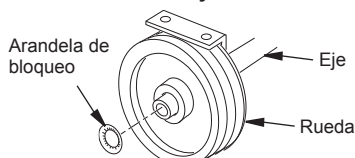

Figura 3. Ensamblaje de ruedas/eje para el modelo 280-IF
8. Inserte la arandela de bloqueo (que se encuentra en el sobre de documentación) con el lado convexo hacia el exterior de la máquina; usando un martillo y una llave de ajuste de tamaño adecuado, golpéela ligeramente para fijarla en la posición correcta (consulte la figura 3).